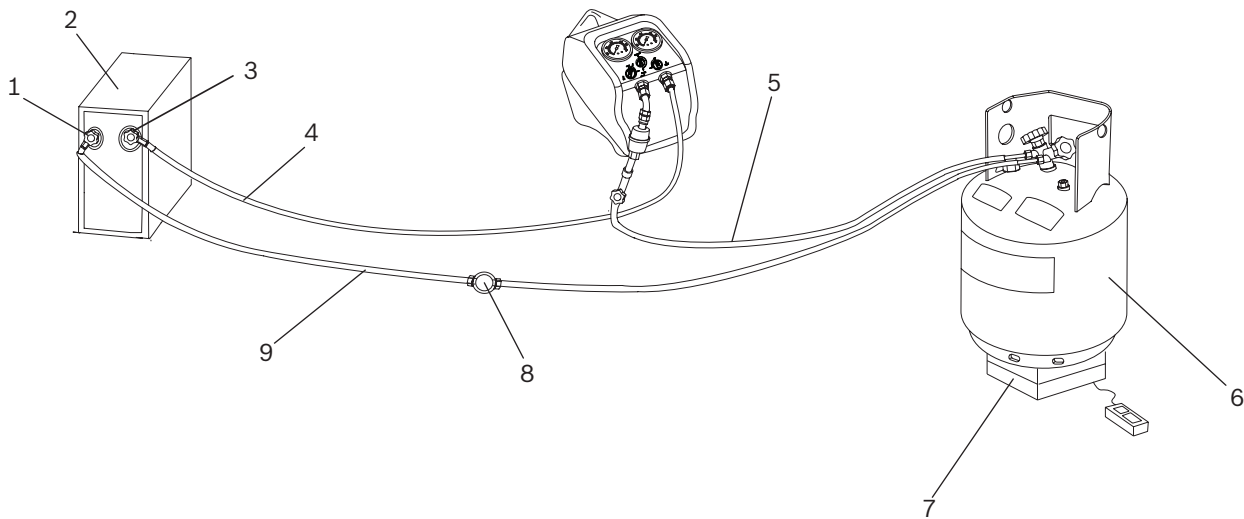

Fig. 4: Recuperación mediante presión-extracción
4. Conecte el RG8.0 / RG4.0 al sistema sometido a servicio según la Fig. 4. Siga el orden indicado a continuación. Use solamente las mangueras de refrigerante designadas que cumplan las normas locales. Puesto que las mangueras deben conmutarse para extraer por completo todo el refrigerante del sistema, es necesario utilizar mangueras con válvulas de cierre manual en ambos extremos; estas instrucciones se han redactado para tales mangueras
- Conecte una manguera roja al puerto de líquido (rojo) de un depósito de recuperación de dos válvulas aprobado y el otro extremo al puerto de servicio del lado alto del sistema de A/A o refrigeración. Resulte muy beneficioso contar con una mirilla (Fig. 4, Pos. 8) en esta manguera para supervisar el flujo de líquido.
- ⇒ Debe empezar a fluir refrigerante líquido dentro del depósito. Esto puede verificarse con la mirilla (Fig. 4, Pos. 8). Consulte la Fig. 4.